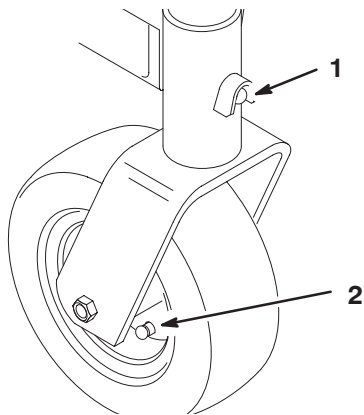

Bild 25
3. Fetten Sie die Schmiernippel der Befestigungsrohre am Trägerrahmen und an den Laufrädern ein (Bild 25).